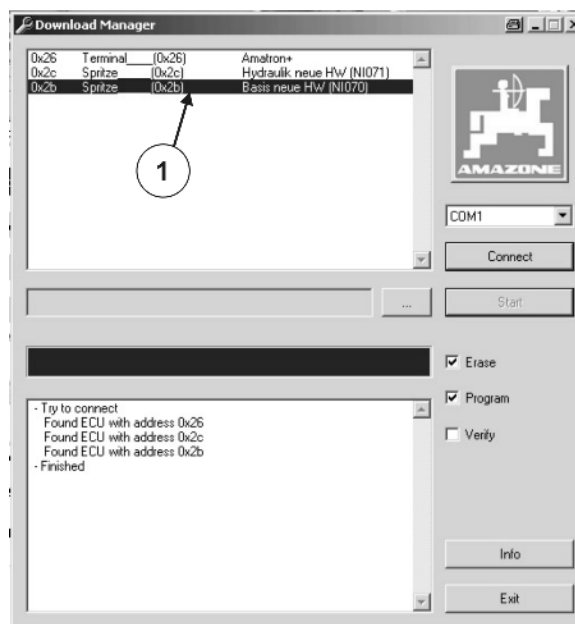

Fig. 6
1. Pour programmer un ordinateur machine ou un terminal, vous devez d'abord sélectionner le logiciel adéquat pour celui-ci. Sélectionnez pour cela l'ordinateur à programmer (Fig. 6/1).